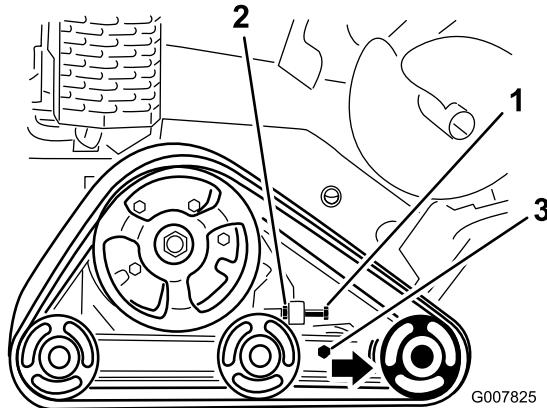

図 60
3. クローラのテンションboltとテンションアームのクランプboltのジャムナットをゆるめる図 60。
4. テンションボルトを 32.5-40 N·m3.3-4.2 kg.m = 24-30 ft-lbにトルク締めする 図 60。
4. テンションボルトとジャムナットをゆるめる図 60。
5. クランプボルトをゆるめる図 60。